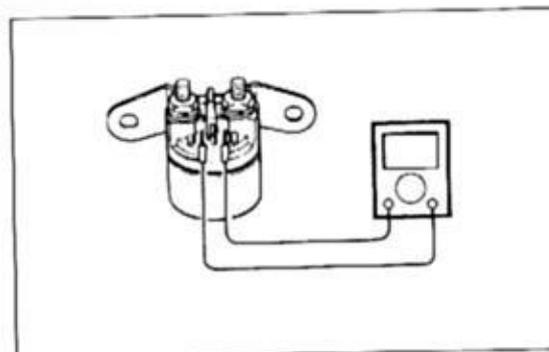

Bild 61
-  Spulentest (Bild 61): Kabel vom Relais trennen und Spule auf Erdung, Stromkreisunterbrechung und Widerstand prüfen. Sollwert 2 bis 6 Ω .